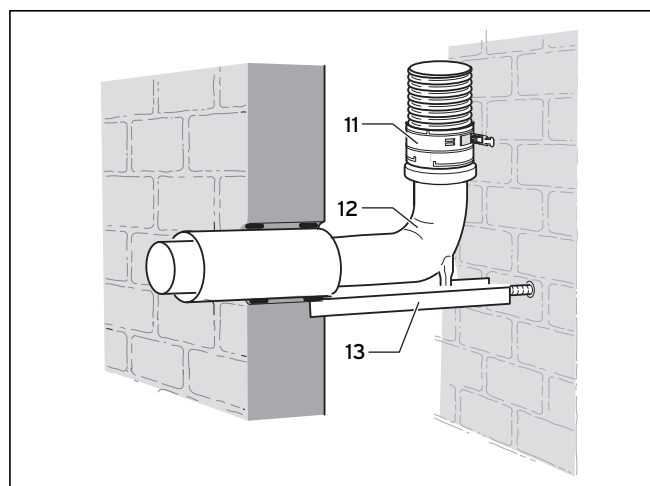

Bild 6.27 Koncentrisk anslutning till det flexibla rökgasröret
- Montera den koncentriska skorstensanslutningen enligt beskrivningen på bild 6.27.